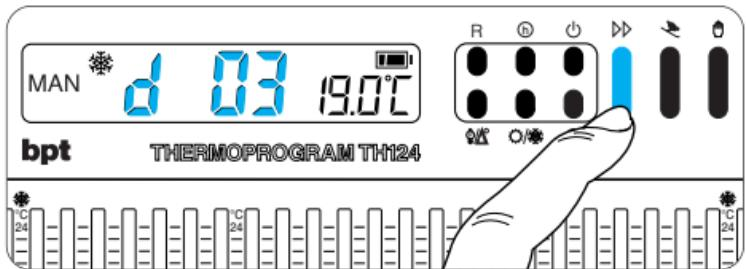

Fig. 32
9.6 - Premere il pulsante (fig. 32) sino a che non si raggiunga il numero di giorni desiderato da 1 a 99.